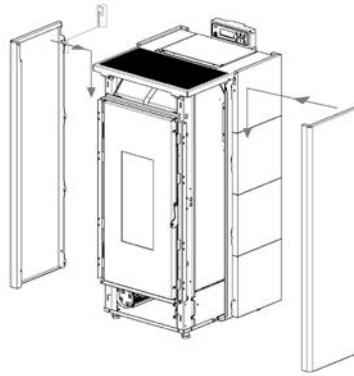

Fig. 39 - Agganciare pannelli
- Agganciare i pannelli colorati: incastrare la parte anteriore tra le guide presenti sulla stufa, poi agganciare dietro tramite i dentini (vedi **Fig. 39**).